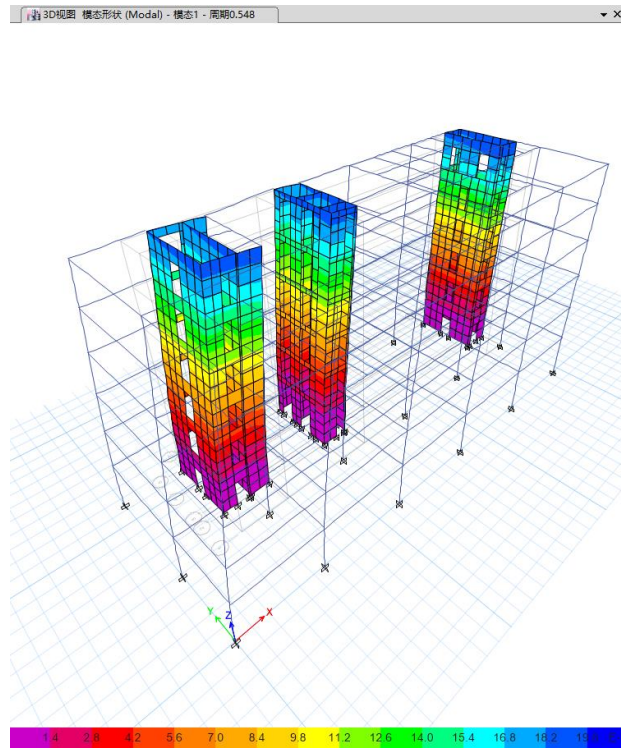

图 7-2 第 1 阶振型的位移云图
- 4) 点击**确定**按钮，在窗口右侧三维视图中显示结构相应的振型图，并在标题处标明振型阶数及对应的周期值。第 1 阶振型的位移云图如图 7-2 所示：